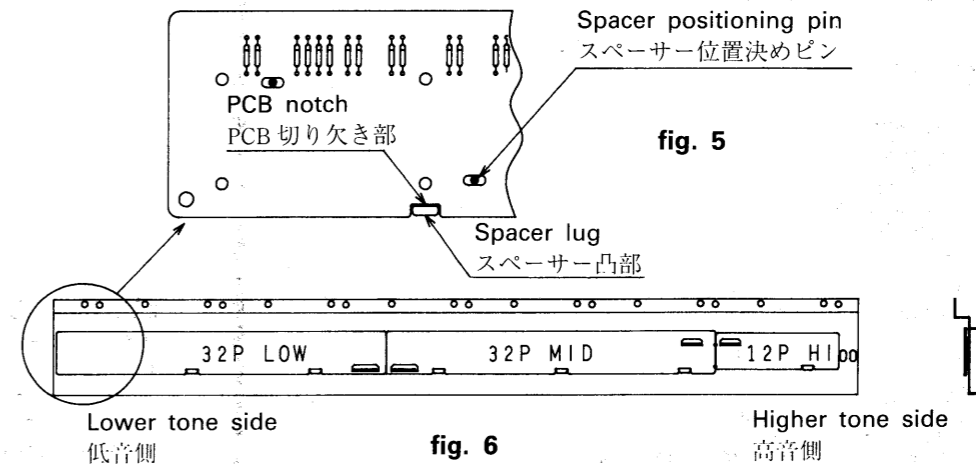

fig. 6
3) Then, put the PCBs so that the positioning pins of the Spacers fit into the positioning holes of the PCBs. At this time, use the PCB notch and Spacer lug as a guide. (See fig. 5.) As shown in fig. 6, there are three PCBs, LOW, MID and HI.
3) 次に、PCB の切り欠き部と SPACER の部を目印として、SPACER の位置決めピンに PCB の穴がはまるように PCB をおきます。(fig.5 参照のこと) PCB は、fig.6 で示されるように LOW, MID, HI の 3 枚で構成されています。